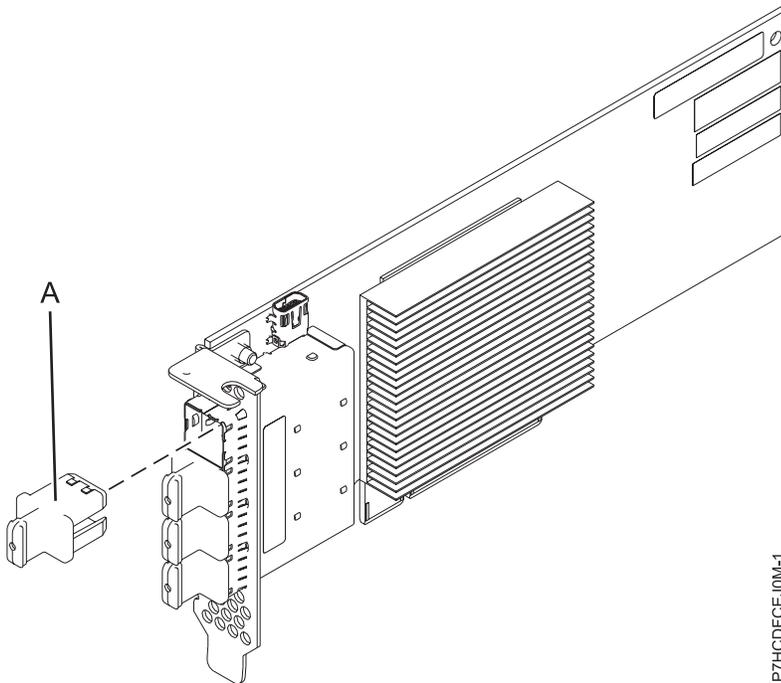

Figure 27. Carte PCIe3 SAS RAID de 6 Go LP à quatre ports
La carte PCIe3 SAS RAID quatre ports 6 Gb LP est une carte PCI Express (PCIe) SAS RAID de troisième génération, courte et à faible encombrement. Cette carte est destinée à des applications SAS (Serial Attached SCSI) hautes performances et haute densité. Elle prend en charge le raccordement de disques SAS et d'unités SSD via quatre connecteurs haute densité mini-SAS x4 qui permettent d'utiliser les liaisons physiques dans différentes configurations port réduites ou étendues. L'adaptateur ne dispose pas d'un cache en écriture. La figure 27, à la page 82 illustre la carte PCIe3 SAS RAID quatre ports 6 Gb LP.
La figure 27, à la page 82 représente la carte. Le capuchon du connecteur (A) est installé dans un port vide et empêche que ce port ne soit endommagé lorsqu'un câble d'un connecteur de port adjacent est branché ou retiré.